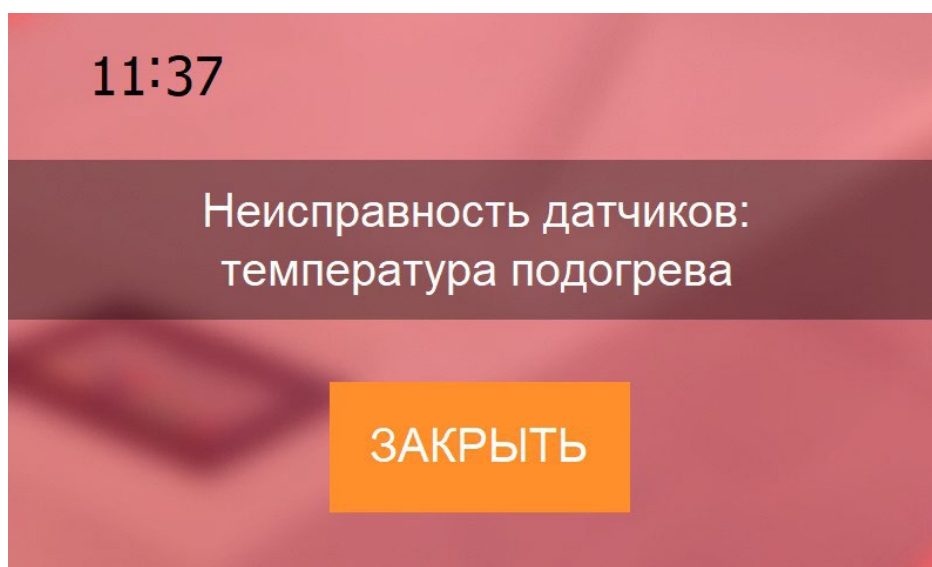

Рисунок 25.
9.3. В случае выхода из строя датчика температуры греющего кабеля на дисплее появится ошибка “Неисправность датчиков: температуры подогрева” (Рисунок 25).